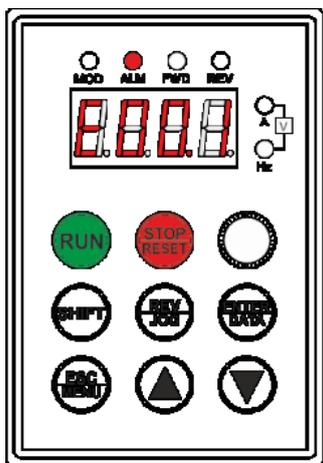

Рисунок 17) Авария
**Авария** (Рисунок 17) – в случае неправильной работы или превышения допустимых параметров, работа инвертора будет заблокирована, а на панели оператора отобразится отчет о сбое, состоящий из контрольной лампы аварийного сигнала **ALM** и кода с отображенным номером ошибки. Нажатие кнопки **MENU** приведет к отображению параметров из групп **Fd**, на основе которых может быть восстановлено состояние инвертора в момент сбоя. Нажатие кнопки **RESET** устраняет ошибку и позволяет перезапустить двигатель.